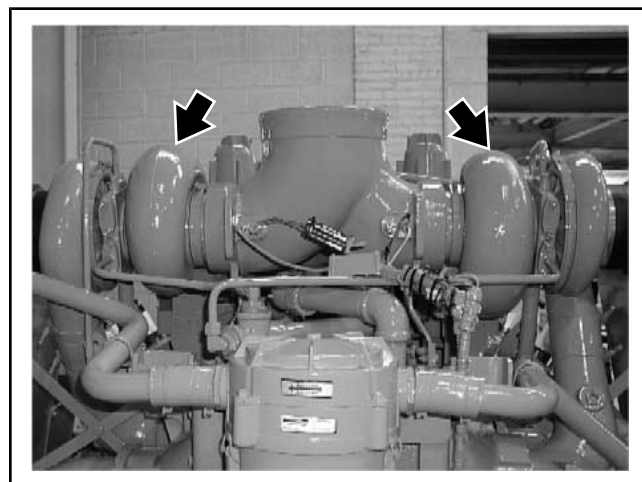

Рисунок 6.05-1: Турбоагнетатели
2. Осмотрите монтаж и соединения турбоагнетателя на наличие утечек масла и воздуха (см. Рисунок 6.05-1).